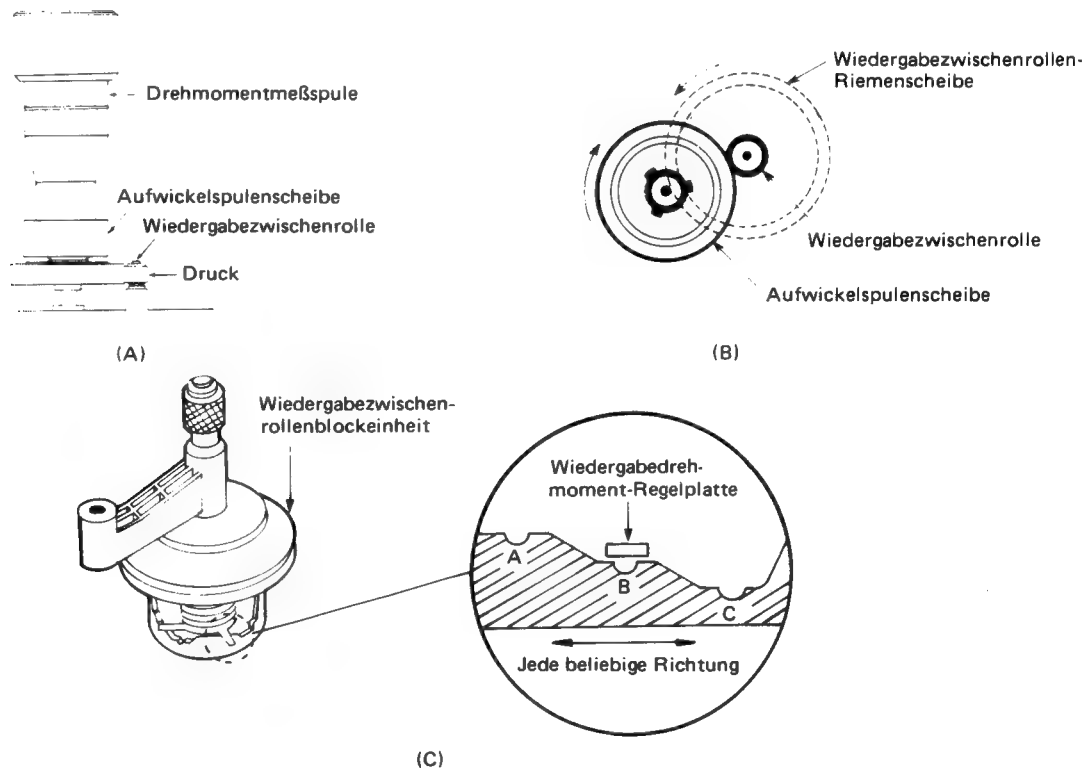

Abbildung 57
2. Die Drehmomentmeßspule auf die Aufwickelseite aufsetzen und die Wiedergabetaste drücken. Siehe Abbildung 57-(A).
wert in den vorgeschriebenen Bereich von 100 bis 150 gr./cm gelangt. Siehe Abbildung 57-(B).
1. Sollte der Drehmomentwert bei Wiedergabe (Wiedergabezwischenrollendrehmoment) nicht in der vorgeschriebenen Wert von 100 bis 150 gr./cm gelangen, die Wiedergabedrehmoment-Regelplatte auf den entsprechend richtigen Drehmomentwert einstellen. Siehe Abbildung 57-(C).
2. In der A-Stellung ergibt die Wiedergabedrehmoment-Regelplatte einen höheren Drehmomentwert, während sie in der C-Stellung einen geringeren Drehmomentwert ergibt. Diese Platte muß sicher eingesetzt werden. Siehe Abbildung 57-(C).